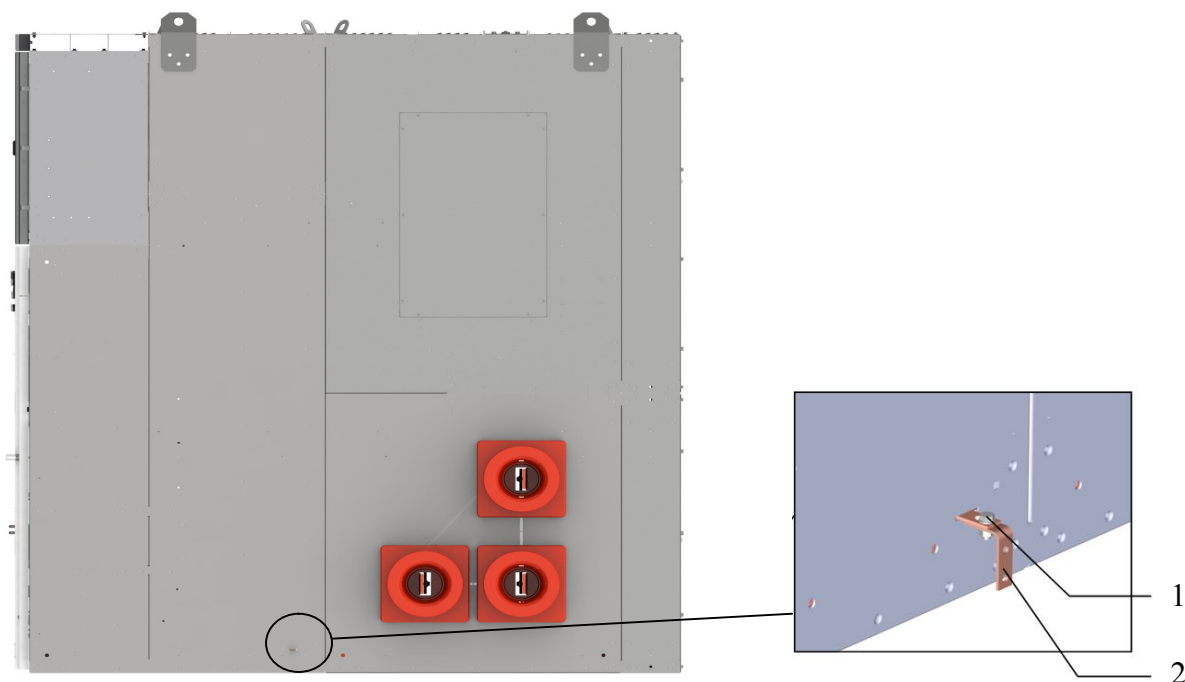

Рис. 20 Сборка системы заземления секции КРУ
- основания должны быть присоединены в двух и более местах с помощью сварки к общему контуру заземления стальной полосой сечением не менее 120 мм^2 . Способы крепления указаны на рис. 20 и 21;
2.5.2.5 В нижней боковой части корпусов шкафов КРУ предусмотрены отверстия для системы заземления секции согласно рис. 20. С фасада в нижней части каждого шкафа КРУ предусмотрена шина заземления. Выводы шин системы заземления необходимо присоединить к общему контуру заземления.